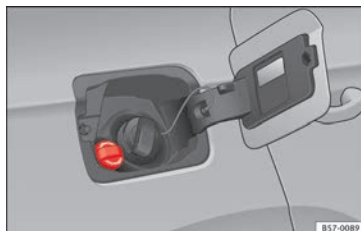

Fig. 222 Tapón de la boca de llenado del depósito de AdBlue.
- Abra la tapa del depósito » **fig. 222**.
- Gire el tapón de cierre de la boca de llenado de SCR hacia la izquierda » **fig. 222.**